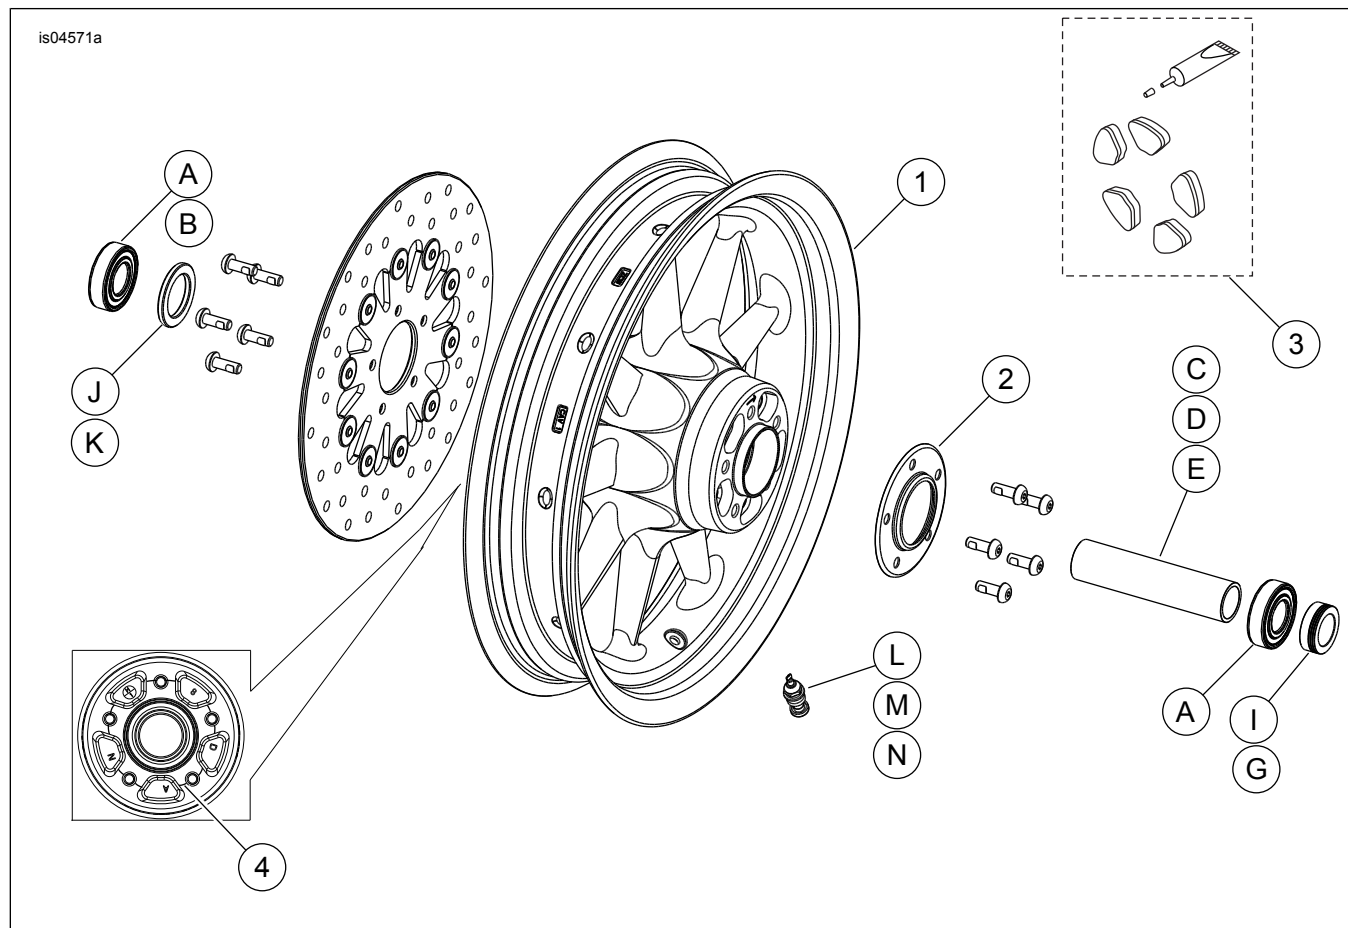

Figura 1. Manuale di manutenzione: Ruote anteriori a nove raggi
Vedere Figura 1 e le tabelle delle parti di ricambio.
2. Vedere Figura 1. Montare sulla ruota il gruppo dello stelo della valvola (L, M o N). Vedere PNEUMATICI nel manuale di manutenzione.